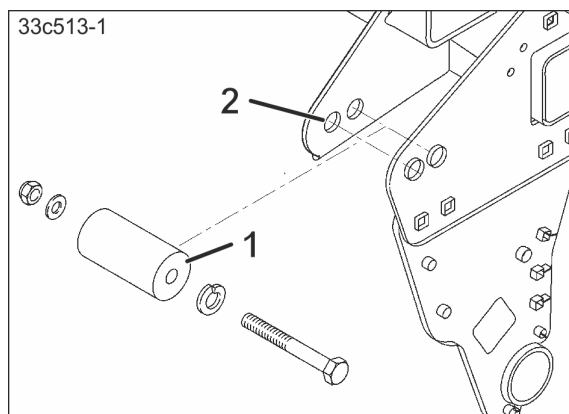

Рис. 105
- двумя опорными втулками (Рис. 105/1)
Опорные втулки закреплены в отверстиях (Рис. 105/2).